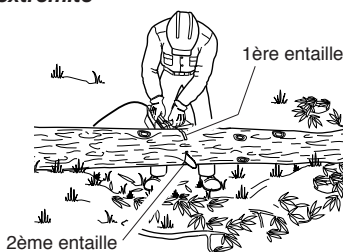

Figure 12 - Tronçonnage d'une bille soutenue aux deux extrémités
1. Faire la première entaille à partir du dessus de la bille. (Voir la Figure 12.) Scier sur le tiers du diamètre de la bille. Cette entaille permet d'éviter la production d'éclats de bois.